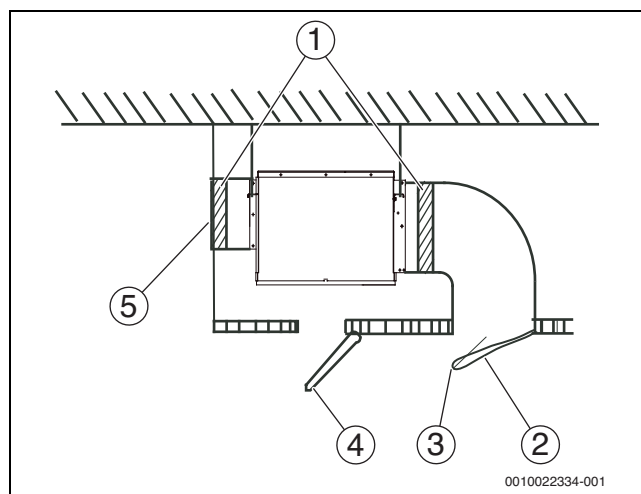

Рис. 24 Воздуховод, к которому не предъявляются требования по статическому давлению
3. Прежде чем монтировать воздуховод, убедитесь, что статическое давление во внутреннем блоке находится в допустимом диапазоне (ознакомьтесь с техническим руководством IDU). На рис. 24 – 30 приведены характеристические кривые статического давления для внутренних блоков.